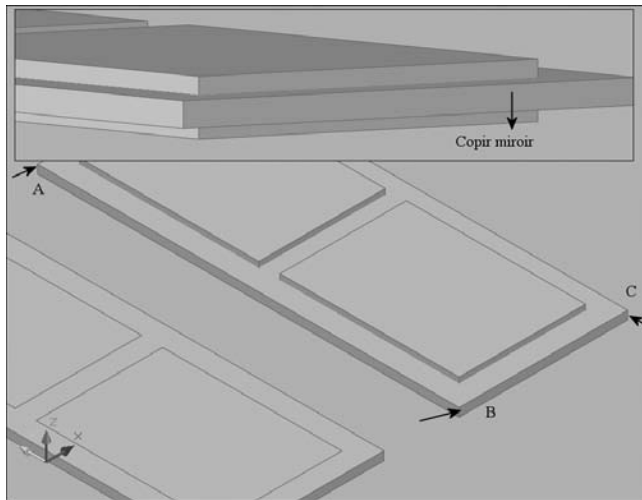

Fig.18.15
- 14 Les deux volumes intérieurs vont servir à creuser la porte. Avant cela il faut en faire une copie miroir par rapport au plan central de la porte. Utilisez pour cela la fonction **Miroir 3D** (3D Mirror) via l'option **Opérations 3D** (3D operations) du menu **Modification** (Modify). L'option par défaut « 3 points » permet de définir le plan de symétrie (fig.18.15).